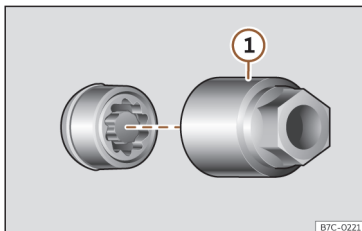

Abb. 166 Diebstahlhemmende Radschraube mit Abdeckkappe und Adapter
- Schieben Sie den Spezialadapter »» **Abb. 166** ① (Bordwerkzeug»» Seite 259) bis zum Anschlag in die diebstahlhemmende Radschraube.